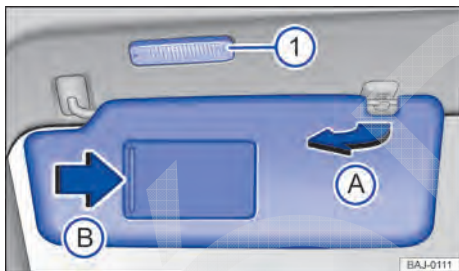

Fig. 99 No revestimento do teto dianteiro: para-sol.
- Desencaixar do suporte e rebater na direção das portas ⇒ Fig. 99 (A).